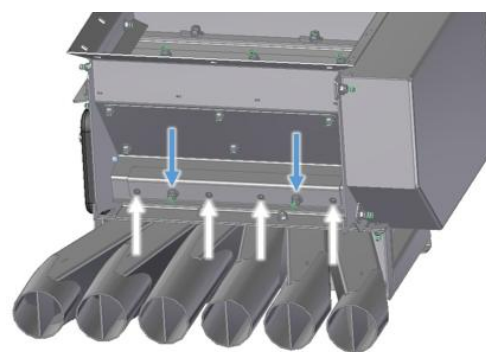

Figura 38
- O depósito deve ser esvaziado completamente de acordo com o item 6.8.2 ou a válvula de gaveta deve estar montada de acordo com o item 6.8.3.
- Acima das saídas do material de semeadura há 4 parafusos com um acionamento TX25. Acima disso está uma placa de fixação que é fixada com 2 porcas sextavadas SW10 (veja Figura 38).